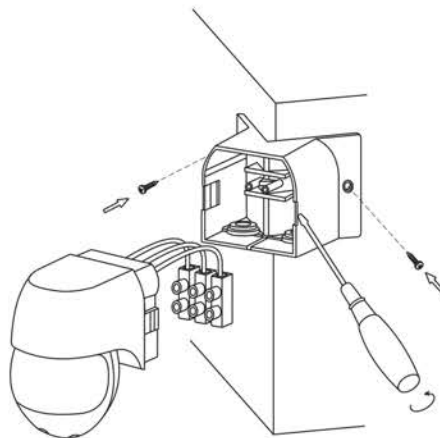

Рисунок 18 – Монтаж ДД 015,
5.2.3 Монтаж ДД 015, ДД 016 (рисунок 18)
– Снять заднюю часть корпуса датчика, поддев её отвёрткой с прямым шлицем (рисунок 18). Крепление корпусных деталей датчика произведено на защёлках.